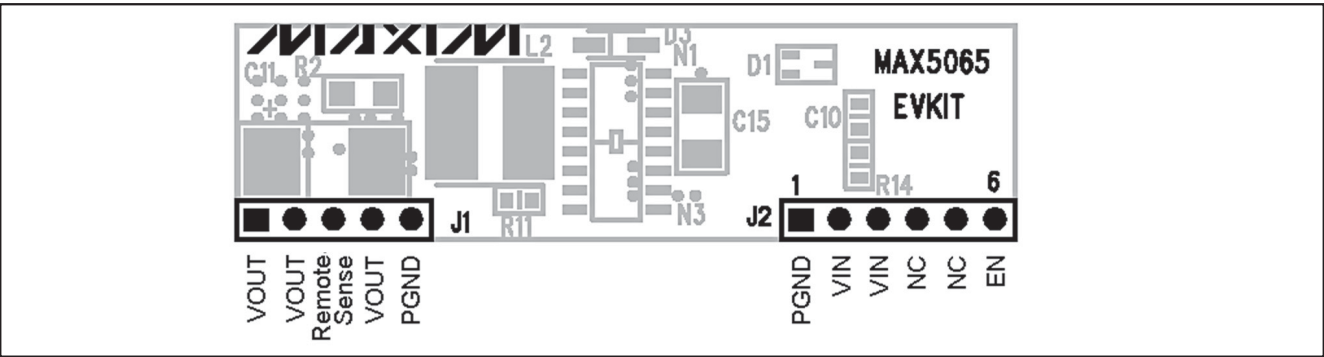

图1. MAX5065评估板引脚排列
- 1) 将直流电源连接至MAX5065评估板的VIN和GND引脚。引脚排布如图1所示。